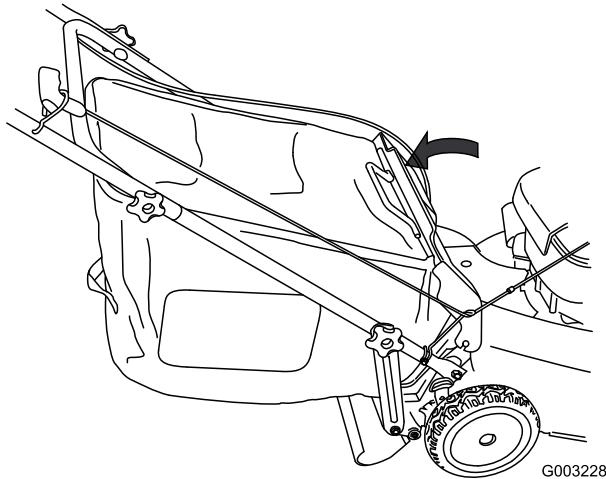

Figure 25
5. Abaissez le volet arrière (Figure 25).